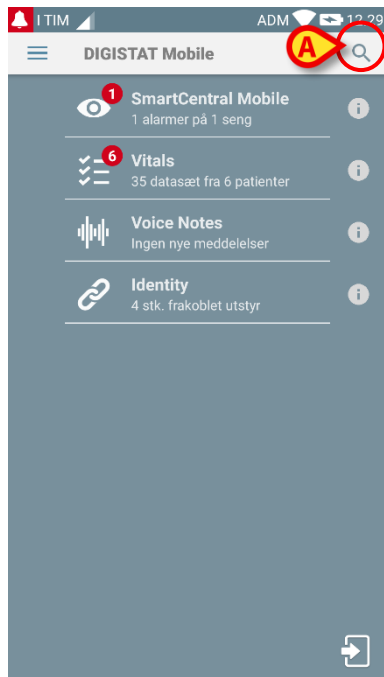
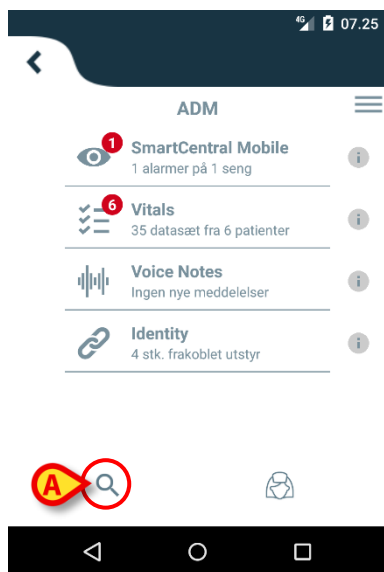

Fig 31
Fig 32
- Tryk på ikonet, der er angivet i Fig 31 **A** for ikke-Myco-enheder eller i Fig 32 **A** for Myco-enheder.